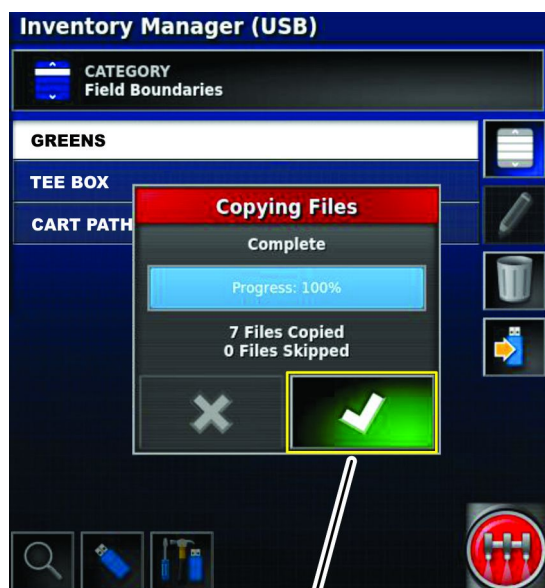

Figura 106
9. Na caixa de diálogo "exportar arquivos", pressione o ícone Confirmar (Figura 106).